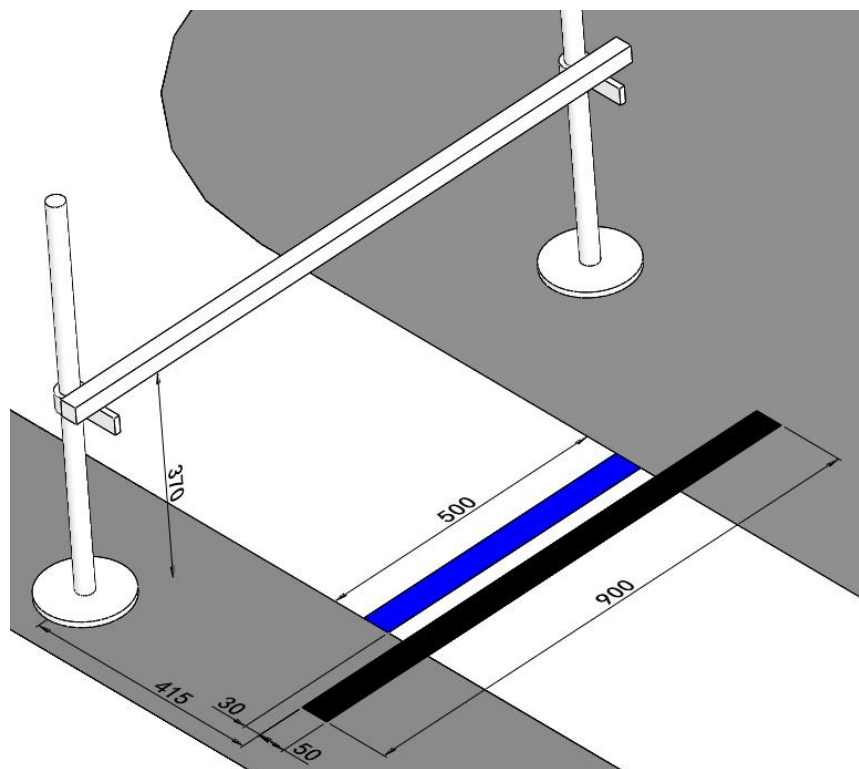

图 7 限高杆标识示意图 (单位: mm)
1. 限高杆：如图 7 所示，限高杆前 415mm 处有宽度 50mm 的黑带，距黑带边缘 30mm 处印有 500×50mm 的蓝色色带。